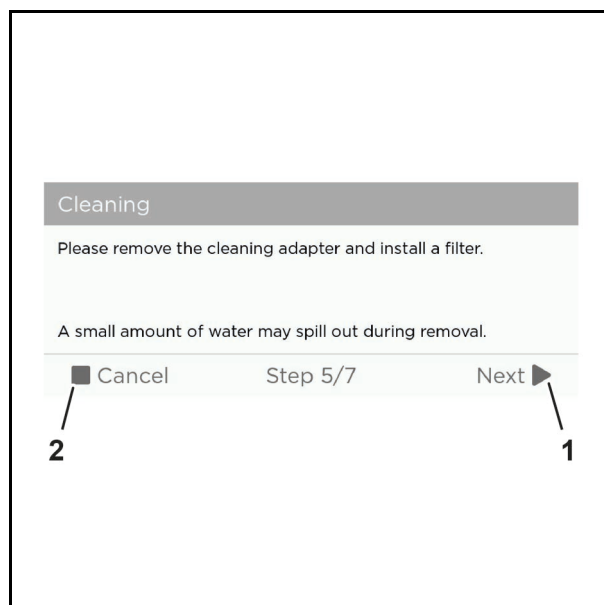

Abb. 81 Beispielgrafik
9. Tippen Sie auf die Schaltfläche "Next" (Abb. 81/1), um mit der Systemspülung fortzufahren oder "Cancel" (Abb. 81/2), um die Reinigung abzubrechen.